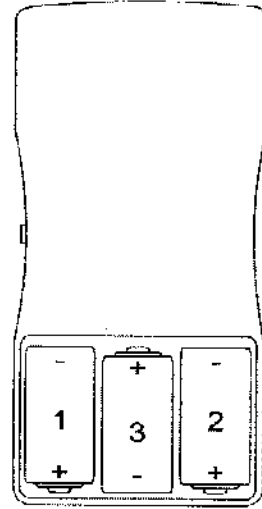

Figura 3-2: Instalación de las Baterías
**NOTA!** La manera más fácil de instalar las baterías se ilustra en la secuencia de la figura 3-2.